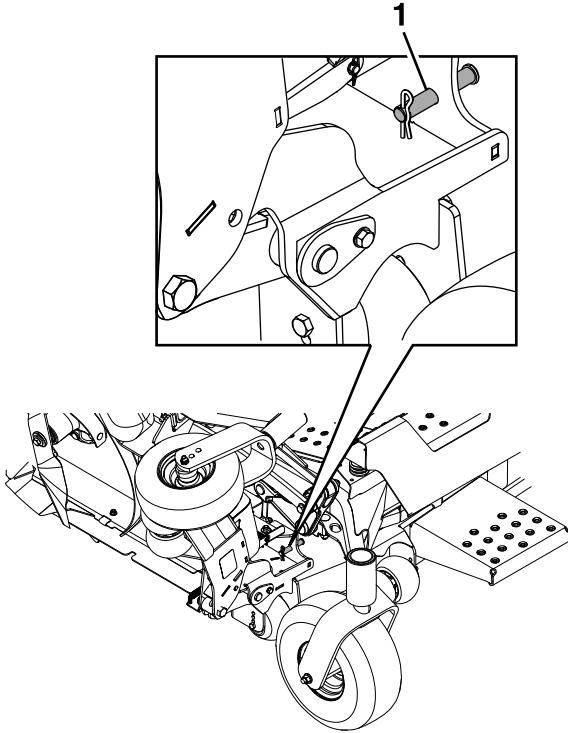

Figura 18
1. Retire el pasador y la chaveta que sujetan cada carcasa lateral en posición vertical y colóquelas en la posición de almacenamiento (Figura 18).